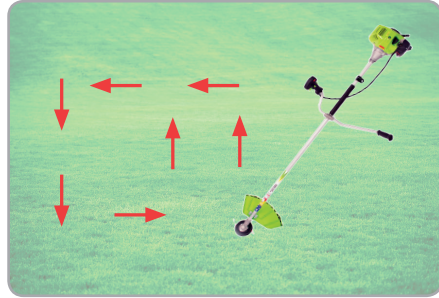

Fig.10
- Începeți să cosiți din punctul cel mai exterior al suprafeței, totodată alegeți-vă modul de cosit, puteți cosi spre dreapta sau stânga. Este recomandat să nu cosiți în ambele sensuri, deoarece riscați să călcați fânul cosit în sensul de întoarcere, conform Fig. 10